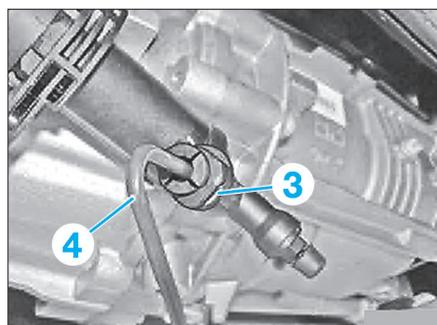

Fig. 23
- Déverrouiller l'agrafe en (3) (Fig.23).
- Déposer la conduite hydraulique (4).